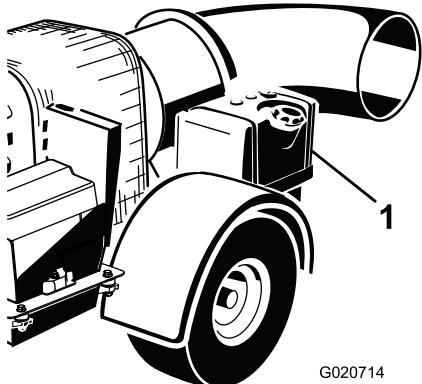

Figura 10
2. Pulite l'area circostante il tappo del serbatoio del carburante, e togliete il tappo (Figura 10).